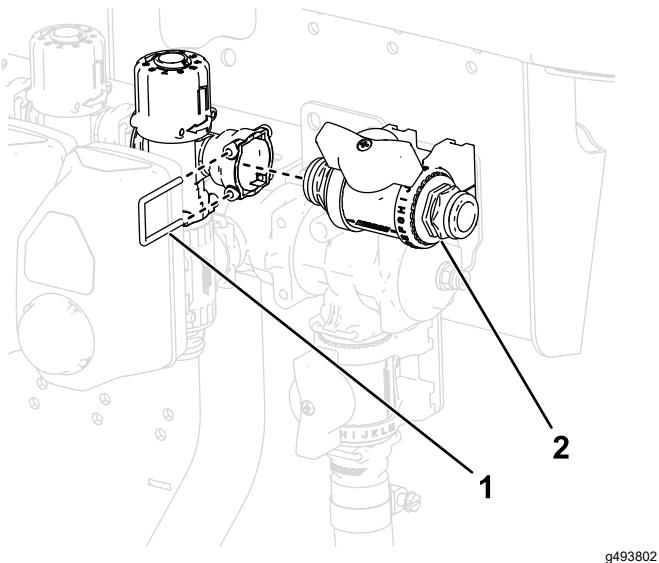

Figura 41
13. Instale el conjunto de la válvula de control en el grupo de válvulas, como se muestra en la Figura 41.